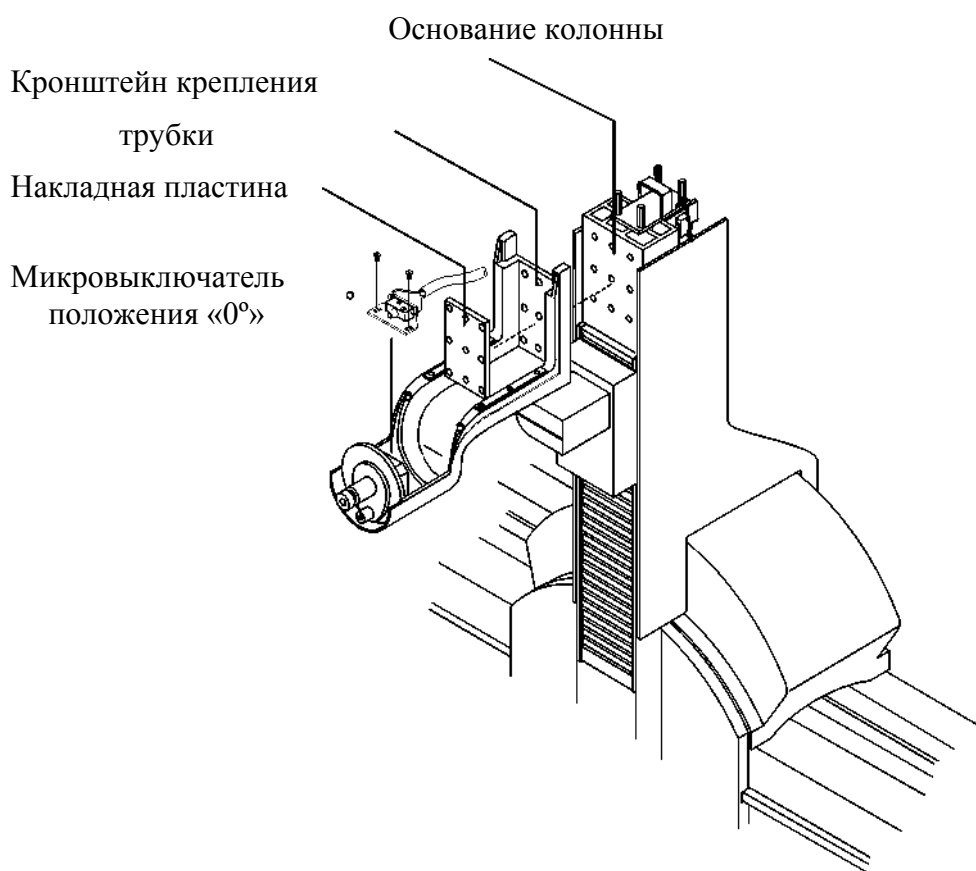

Рис. 3-1.
2. Придвиньте кронштейн крепления трубки к верхней части колонны и, в то же время, установите накладную пластину таким образом, чтобы девять фиксирующих отверстий на частях, которые нужно собрать (накладная пластина - кронштейн крепления трубки – основание колонны) были на одной линии (Рис. 3-1).